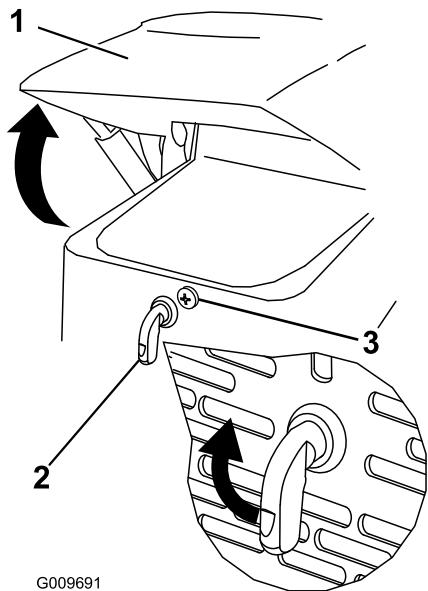

Figura 26
- Afloje el tornillo de bloqueo del capó (Figura 26).
- Giro el cierre del capó en el sentido de las agujas del reloj (Figura 26).
- Levante el capó (Figura 26).
- Apriete el tornillo de bloqueo del capó para bloquear el cierre (Figura 26).